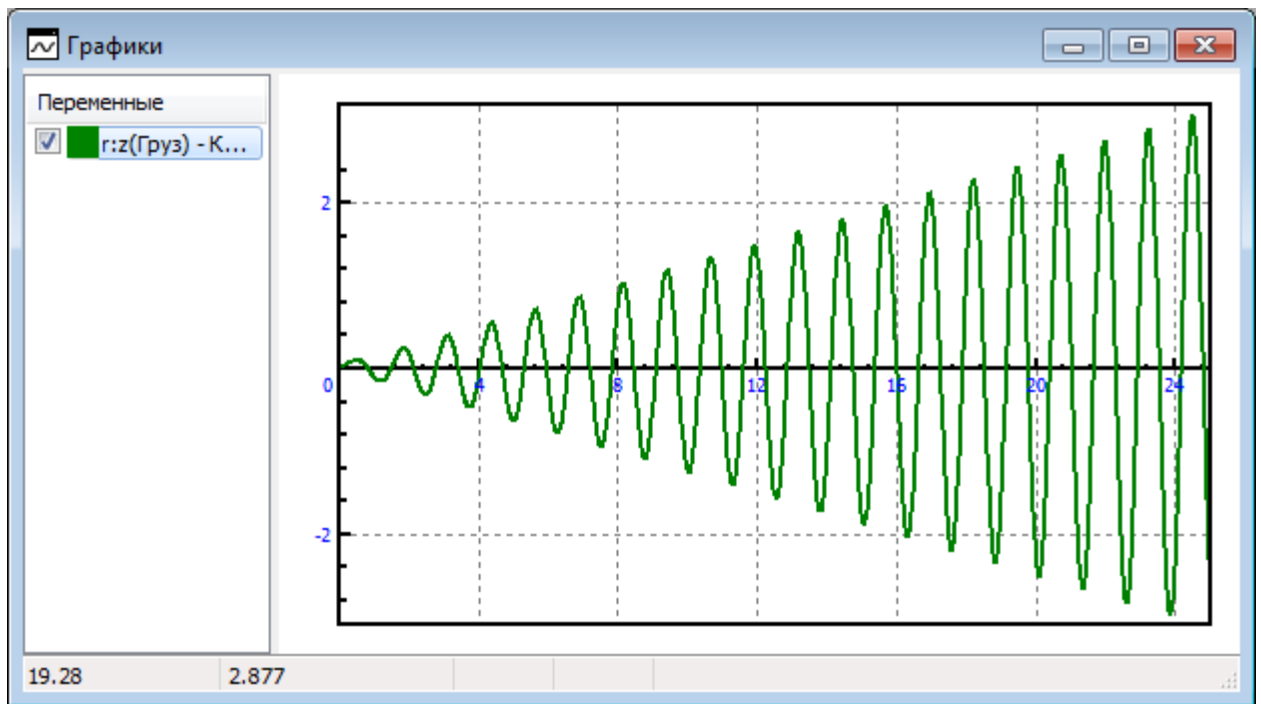

Рис. 2.26. Вынужденные колебания: резонанс
3. Запустите моделирование. Как и ожидалось, в резонансном случае амплитуда колебаний возрастает с течением времени, см. рис. 2.26.